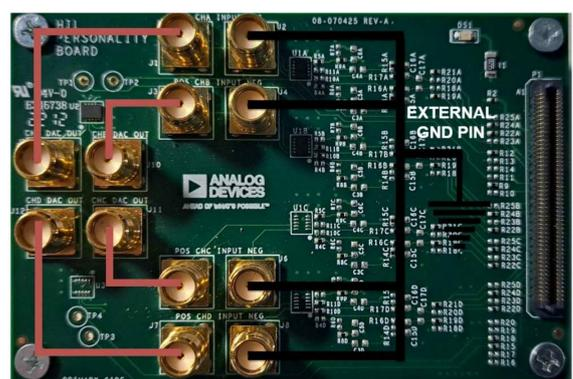

図 14. AFE ボードの I/O セットアップ
7. SMA ケーブルと終端を用いて図 14 に示すように EVAL-CN0584-EBZ のアナログ I/O ポートを接続します。